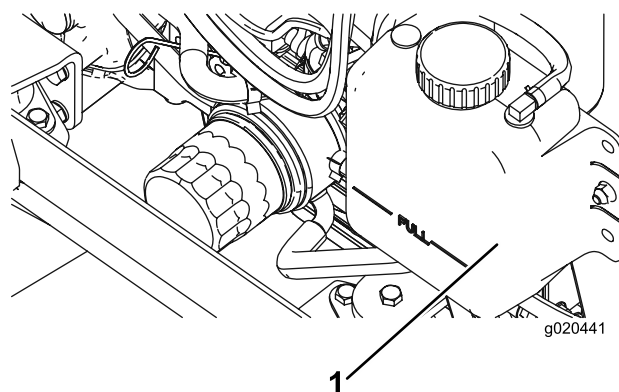

Figura 72
1. Retire cuidadosamente a tampa do radiador e a tampa do depósito de expansão (Figura 72).